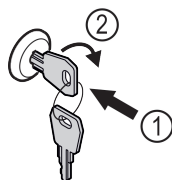

Fig. 103 Immagine a titolo di esempio
- Inserire la chiave Fig. 103 (1).
- Ruotare la chiave di 90° in senso orario Fig. 103 (2).